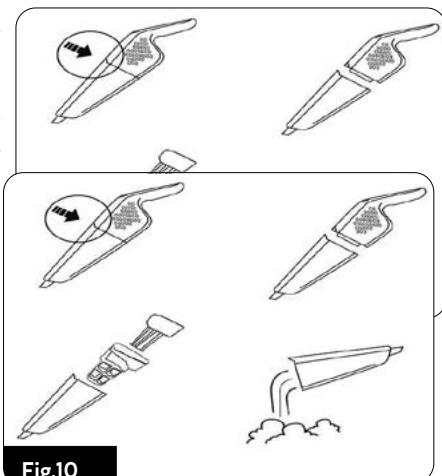

Fig.10
6. Controleer regelmatig of de stofopvangbak (12) vol is. Een overvolle stofopvangbak vermindert de stofzuigprestaties, verhoogt het energieverbruik en zorgt ervoor dat de filters sneller vuil worden. Om de stofbak te legen, zet u de stofzuiger uit, demonteert u deze van de hoofdhandgreep, gebruikt u de knop (8), maakt u de stofbak (12) los van de stofzuiger, verwijdert u het HEPA-filter (10) en het filterlichaam (11) uit de container. Giet de inhoud van de container in de afvalbak (fig. 10).